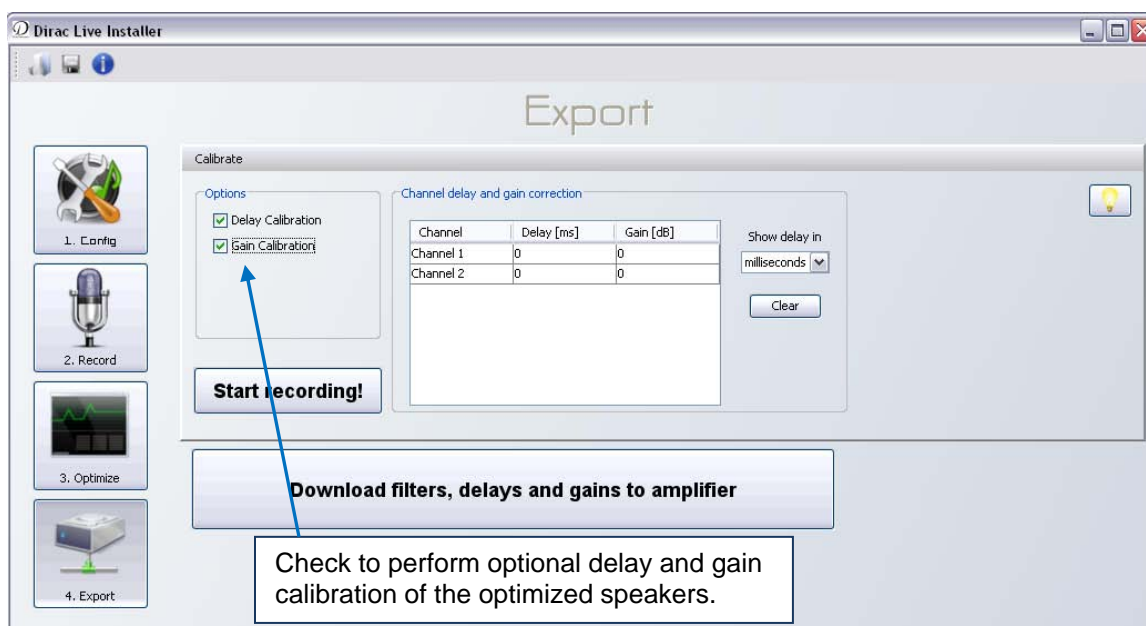

Figure 20. Export Screen
3. Then press **Start recording**. See Figure 20.